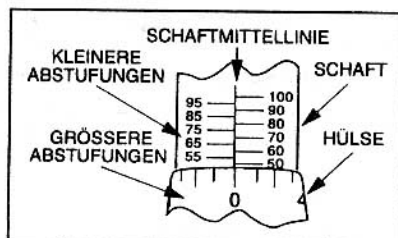

Abb. 2 - Drehmomenteinstellung 50
3. Während der Sperring in der offenen Position festgehalten wird, den Drehmomentschlüssel auf den gewünschten Drehmoment einstellen, indem Griff oder Schaft, wie auf Abb. 2 und 3 nachstehend gezeigt, gedreht werden.